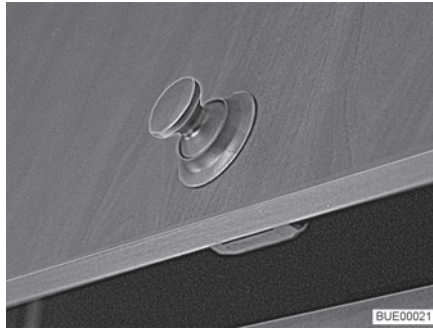
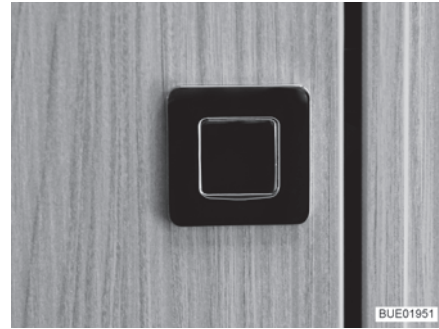

Fig. 45 Trampilla de muebles con botón de presión redondo
Fig. 46 Trampilla de muebles con botón de presión rectangular
- Pulsar la parte interior de la cerradura. El botón de presión (Fig. 45 o Fig. 46) salta hacia fuera.